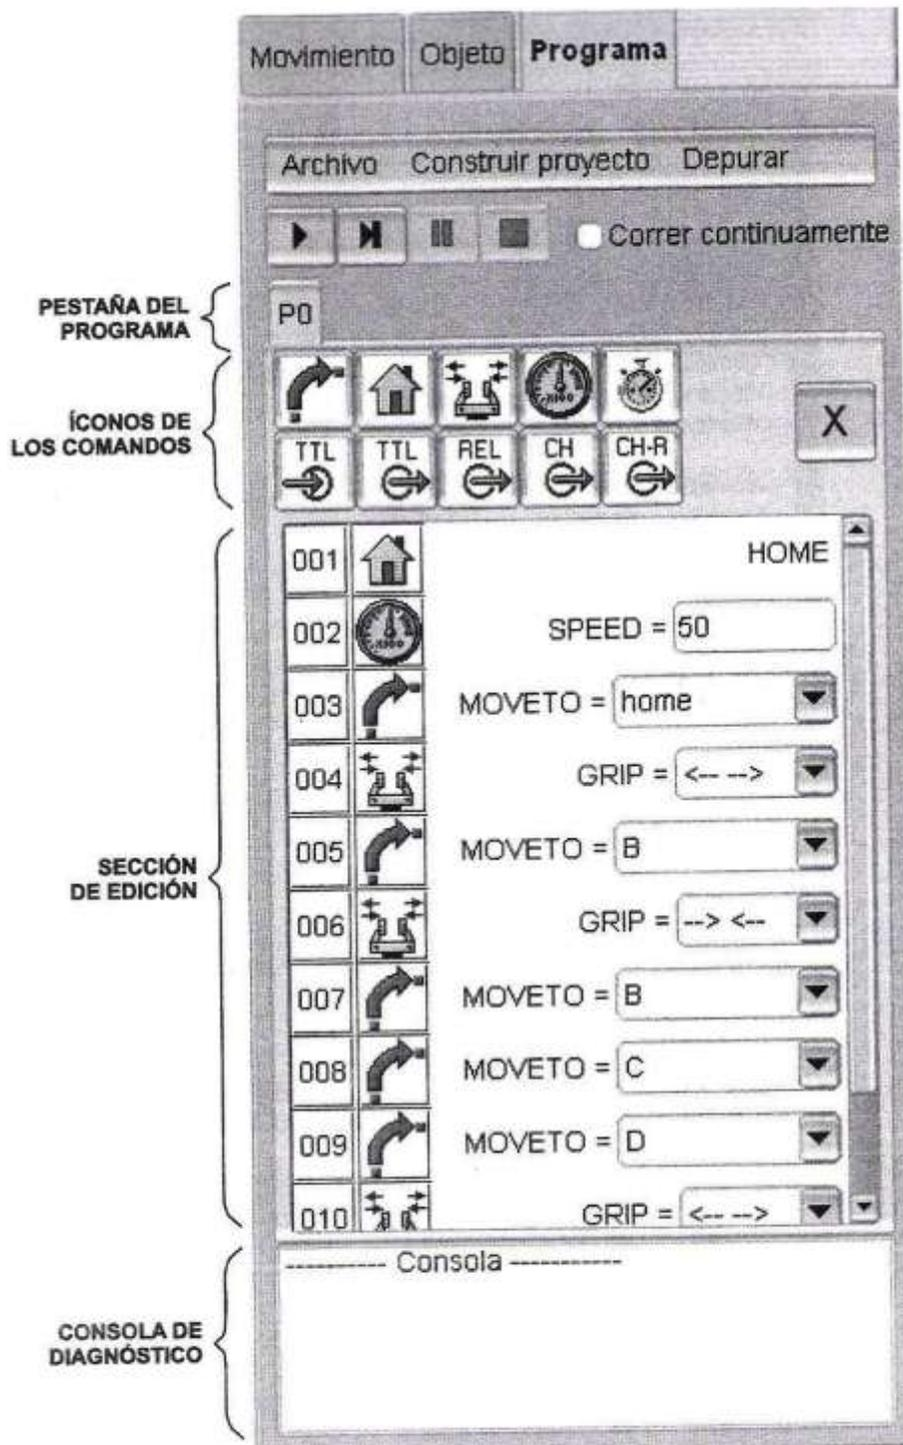

Figura 5-2. Panel de edición de un programa en modo icono.
- Si no se ha creado ningún programa, haga clic en el botón *Modo icono* de la ventana *Programa*, lo que hará que se abra el panel *Edición de un programa en modo icono*, que se muestra en la figura 5-2.
Tal corno muestra la figura 5-2, el panel *Edición de un programa en modo icono* puede ser dividido en cuatro secciones.
1. Debajo de la barra de menús y de la barra de herramientas de animación de la ventana *Programa*, se despliega una pestaña por cada programa de tareas. El nombre de estas pestañas contiene la letra P (por programa), más un número (comenzando desde el número 0). El número se incrementa cada vez que se añade un nuevo programa. En el ejemplo de la figura 5-2, únicamente se ha creado un programa sencillo (P0).
3. La Sección de edición es donde los programas de tareas son creados. En esta ventana se añaden líneas de iconos y se visualizan los números de las líneas para facilitar la programación. Esto se puede apreciar con detalle en la figura 5-2.